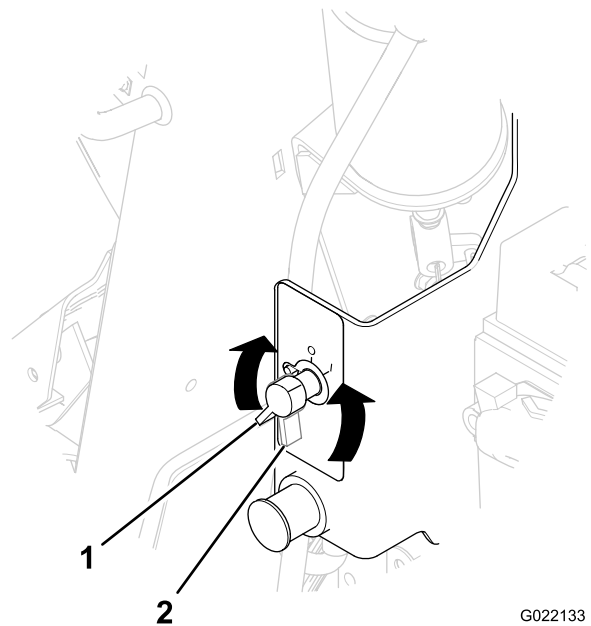

Figura 61
2. Gire el interruptor de desconexión de la batería en sentido antihorario a la posición de Apagado (Figura 61).